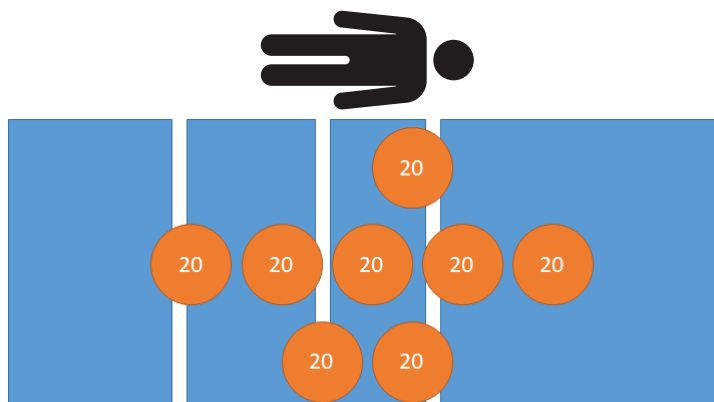

図 21 – 重量性能試験 - 160 kg
4. 較正済み分銅を使用して、160 kgを製品に載せます (図 21)。
8. 較正済み分銅を使用して、160 kgを製品に載せます (図 21)。